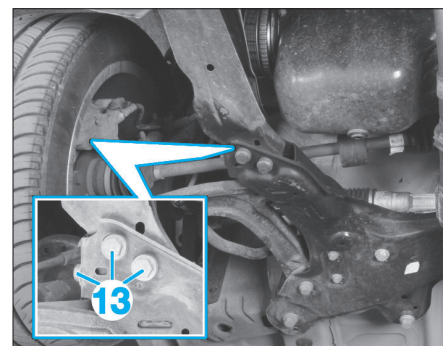

Fig. 24
- Sous le véhicule, déposer les vis (13) (Fig.24).